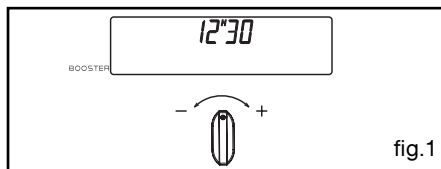

fig.1
L'afficheur clignote à 12:00. (fig.1)
Positionnez le sélecteur de programme sur "Mise à l'heure" (fig.1).
– Le programmeur ne doit afficher que l'heure. Celle-ci ne doit pas clignoter (fig.1).